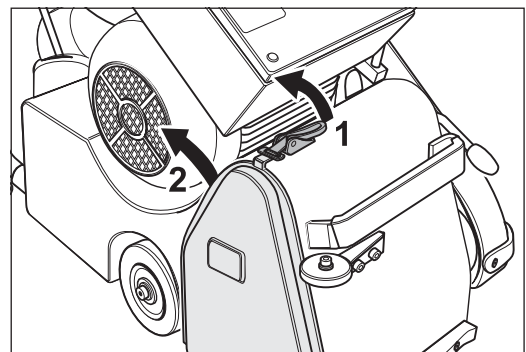

Abb. 76 Den Deckelverschluss öffnen (1) und das Abdeckblech entfernen (2).
- 3 Öffnen Sie den Deckelverschluss (Abb. 76, 1) und nehmen Sie das Abdeckblech an der rechten Seite des Maschinengehäuses ab (Abb. 76, 2).